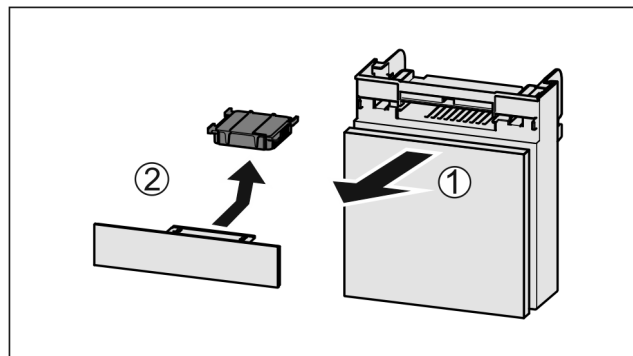

Fig. 226
- Вытянуть Fig. 226 (1) отделение движением вперед.
- Извлечение Fig. 226 (2) фильтра с активированным углем.